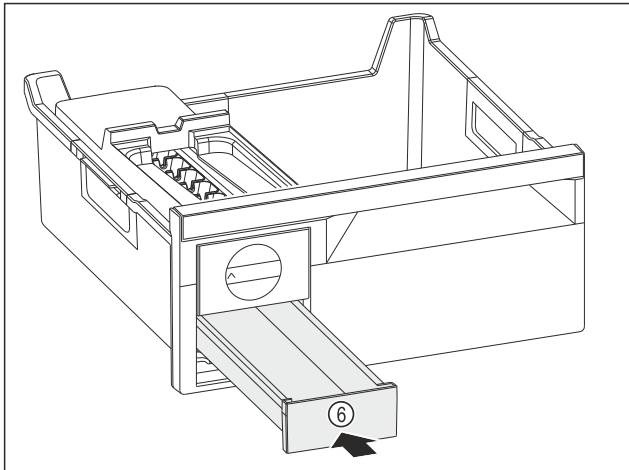

Fig. 146
- Tolja be a jégkockafiókot Fig. 146 (6).